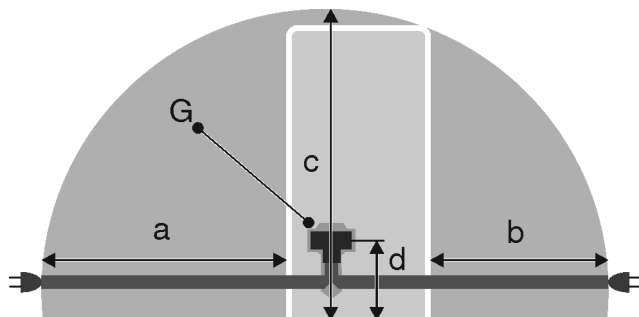

Fig. 23\*
- Zásuvka není umístěna za přístrojem, nýbrž v oblastech a nebo b Fig. 23 (a, b, c).
- ▶ Zástrčku spotřebiče Fig. 23 (G) zastrčte na zadní straně spotřebiče. Dávejte pozor na správné zaklesnutí.